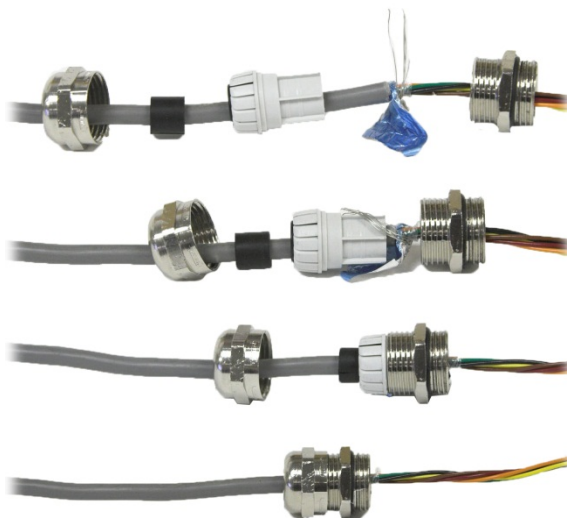

Figura 2-21: Messa a terra dello schermo del cavo
5. La schermatura del cavo deve essere messa a terra verso l'involucro dell'IND570 distendendo i cavi dello schermo come illustrato nella parte superiore della Figura 2-21, quindi riavvolgendoli sul componente in plastica del pressacavo prima di premerlo nel corpo filettato.